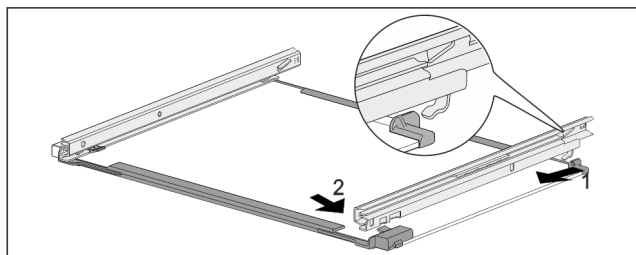

Fig. 180 Glashylla med skenor
- ▶ Haka fast skena baktill. Fig. 180 (1)
- ▶ Haka fast skena framtill. Fig. 180 (2)